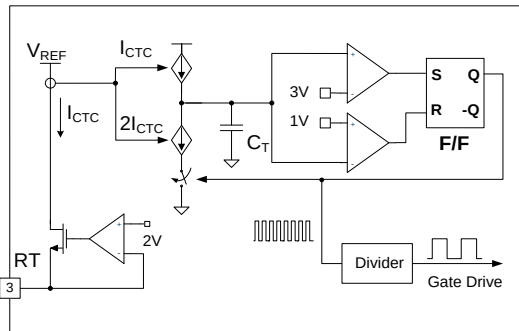

图 19. 电流控制的振荡器
2. 内部振荡器: FSFR-HS 系列采用电流控制振荡器，如图 19 所示。在内部，RT 引脚的电压调节在 2 V ，并且振荡器电容 C_T 的充电/放电电流通过使用电流镜像复制从 RT 引脚 (I_{CTC}) 流出的电流来获得。因此，开关频率随着 I_{CTC} 的增加而增加。